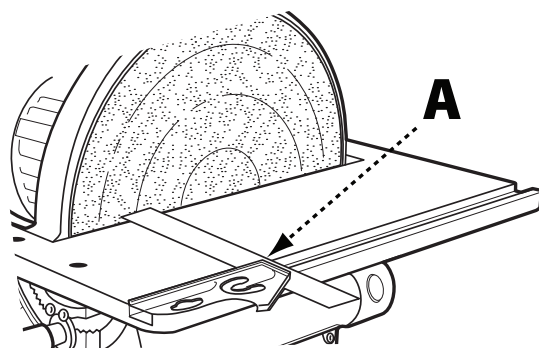

FIGURE 11
- Vérifiez que la rainure du guide à onglets (A), indiquée à la Figure 11, est parallèle au disque en positionnant une équerre combinée dans la rainure pour guide à onglets avec une des extrémités de l'équerre contre le disque comme indiqué.